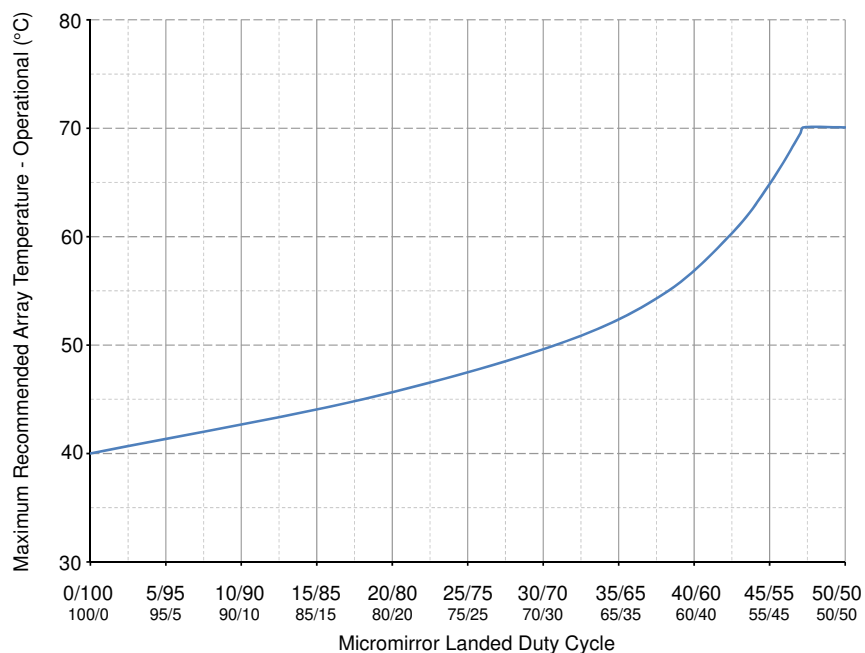
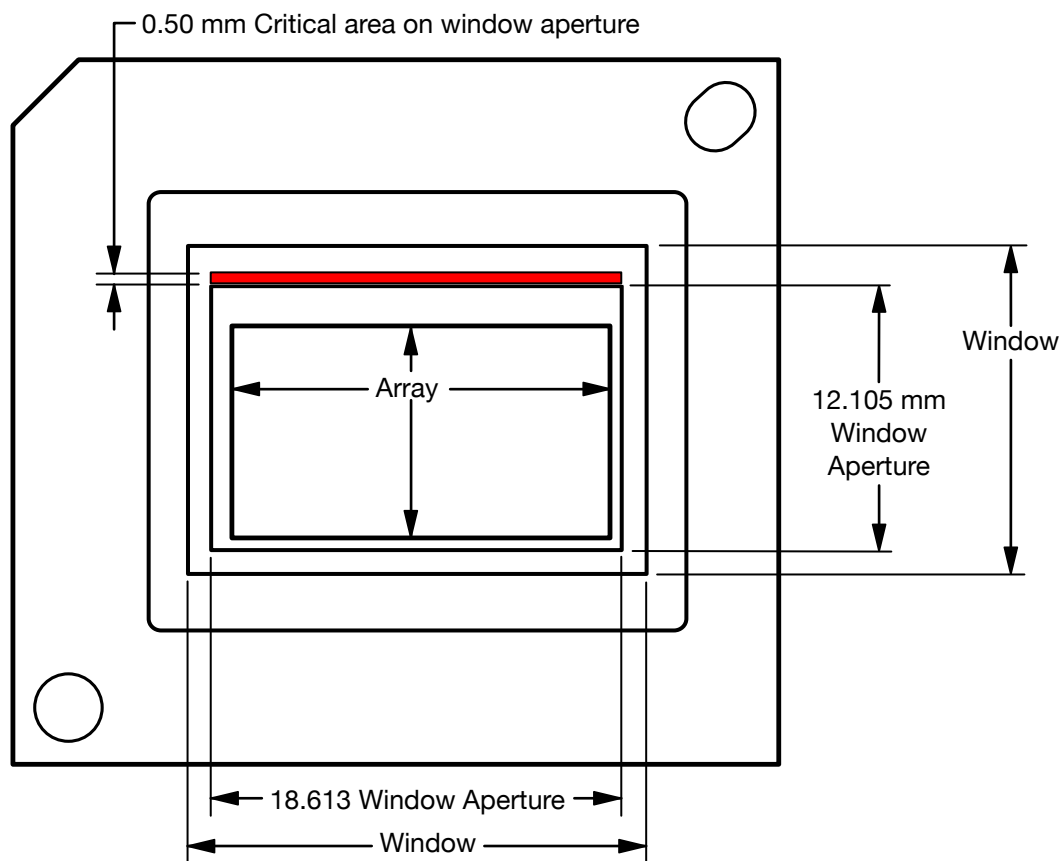

図 5-1. 推奨最大アレイ温度 — ディレーティング曲線
図 5-2. イルミネーション オーバーフィル ダイアグラム - クリティカル エリア
- (9) 長期は、デバイスの使用可能寿命と定義されます。
- (10) 図 5-1 に示すように、最大動作アレイ温度は、最終アプリケーションにおいて DMD が受けるマイクロミラーの着地デューティサイクルに基づいてディレーティングする必要があります。マイクロミラーのランデッド デューティ サイクルの定義については、「マイクロミラーのランデッド オン/ランデッド オフ デューティ サイクル」を参照してください。
- (11) 短期は、デバイスの有効寿命全体にわたる合計累積時間です。
- (12) デバイスが「高温の露点温度範囲」にない経時的な平均値 (保存や動作を含む)。
- (13) 保存時および動作時の高温範囲で露点温度への曝露は、 $CT_{ELR}$  の合計累積時間未満に制限されます。
- (14) 図 5-2 で定義されている領域に適用されます。
- (15) DMD のアクティブ領域は、DMD デバイス アセンブリの構造を通常の視界から覆い隠す、DMD ウィンドウ面の内側にある開口部で囲まれています。開口部は、いくつかの光学条件を想定した大きさになっています。アクティブ アレイの外側を照らすオーバーフィル光は散乱し、DMD を使用する最終アプリケーションの性能に悪影響を及ぼす可能性があります。アクティブ アレイの外部に入射する光の光束を最小限に抑えることが、照明光学システム的设计要件となっています。システムの光学アーキテクチャとアセンブリ許容誤差によっては、アクティブ アレイの外側のオーバーフィル光量がシステム性能の劣化を引き起こす可能性があります。
- (16) 計算方法については、「ウィンドウ開口照度オーバーフィル計算」を参照してください。
- (17) DMD に入射する最大許容光出力は、規定された各波長範囲における最大光出力密度とマイクロミラー アレイ温度 ( $T_{ARRAY}$ ) によって制限されます。
- (18) 計算については、「マイクロミラー電力密度の計算」を参照してください。